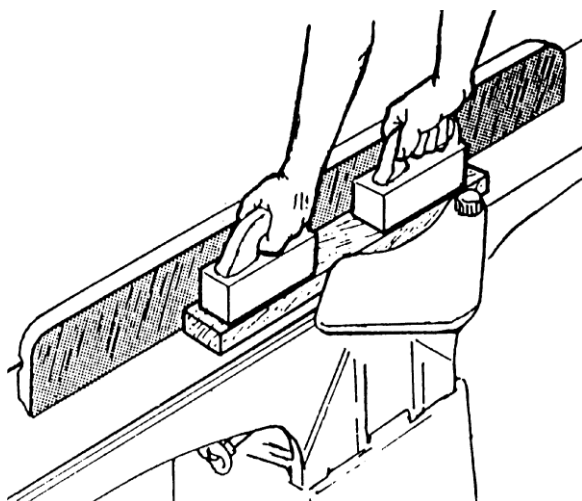

Рисунок 37
□ При длине заготовки более 300 мм используйте два толкателя (рисунок 37).